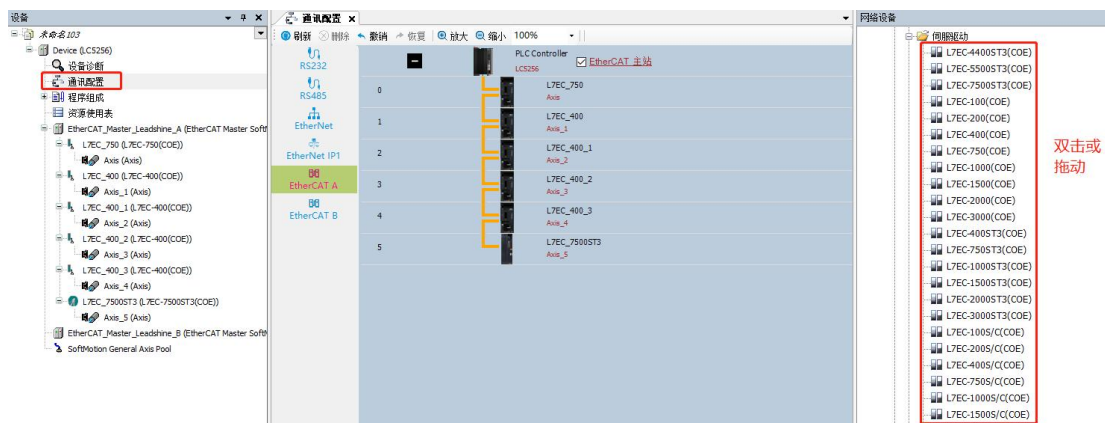

图 2.21 离线添加伺服电机驱动器
- 1) 使用鼠标双击、拖动、右键插入设备等方式，设置离线设备组态。如图 2.21 所示，打开网口 A 的 E 总线组态界面，在界面右侧的设备网口 A 下，鼠标选择 L7EC-400，拖入 6 个伺服电机驱动器。也可以在右侧设备网口 A 下，鼠标选择 L7EC-400，然后双击鼠标，在总线尾部增加 1 个伺服电机驱动器。